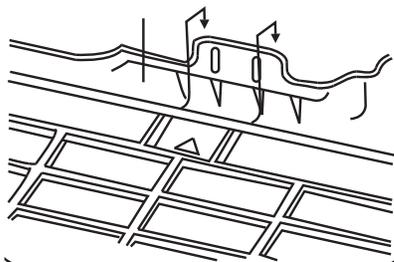
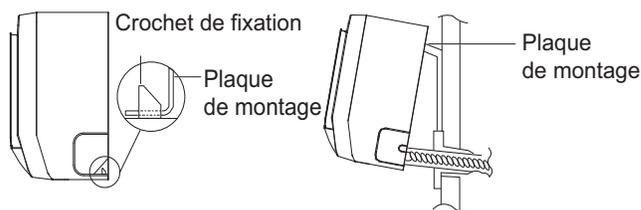

Fig. 14 – Accrochage du module intérieur
Fig. 17 – Accrochez le module intérieur.
4. Accrochez le module intérieur sur les crochets supérieurs de la plaque de montage murale (comme illustré à la fig. 14 et fig. 17).